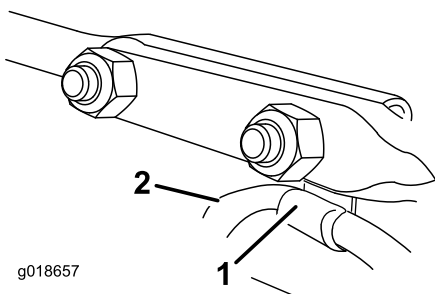

Bild 16
6. Setzen Sie die Kabelklemme, die das Ablenkblech kabel stützt, unter den Kopf der vorderen Schlossschraube auf. Befestigen Sie die Schlossschrauben mit Sicherungsmuttern aus der Tasche mit den lose mitgelieferten Teilen (Bild 16).